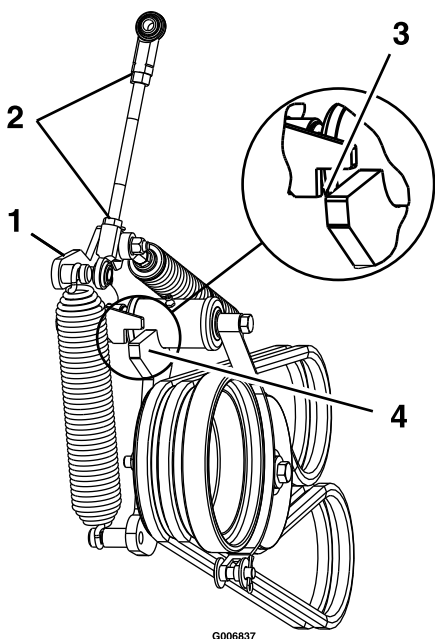

Figura 57
- Afloje las contratuercas y ajuste el acoplamiento hasta que el extremo superior del brazo de la polea tensora esté alineado con el borde inferior de la muesca del brazo tensor, según se muestra en Figura 57.